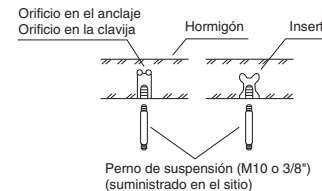

Fig. 3-3
- (3) En función del tipo de techo:
- Inserte pernos de suspensión, tal y como se muestra en la Fig. 3-3